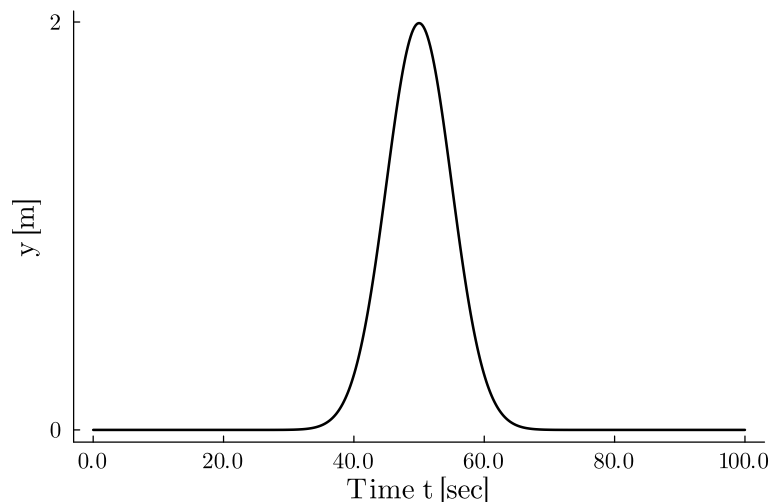

FIGURE 2 – Trajectoire attendue pour y
8. Simulez le système (1) pour les mêmes valeurs de paramètres qu'au point 3 et en choisissant $(0, 0)$ comme conditions initiales. Déterminez quel devrait être approximativement $\delta(t)$ pour que le véhicule respecte la trajectoire de la Figure 2 donnée par $\frac{25}{\sqrt{2\pi\sigma^2}} \exp\left(\frac{-(t-\mu)^2}{2\sigma^2}\right)$ avec $\mu = 50$ et $\sigma = 5$. Indiquez votre méthode pour déterminer ce δ . Donnez également la *mean square error* entre la trajectoire attendue et votre trajectoire trouvée. Simulez le modèle A, B, C, D associé à $(y^*, \theta^*, \delta^*) = (0, 0, 0)$ avec votre δ trouvé et montrez le résultat.